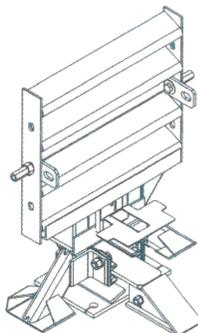

Figura 36
- 6) Fije la cadena a los soportes de extracción en el primer diafragma (Figura 36). Fije ambos extremos de la cadena a un vehículo pesado (como una camioneta de 1 tonelada).